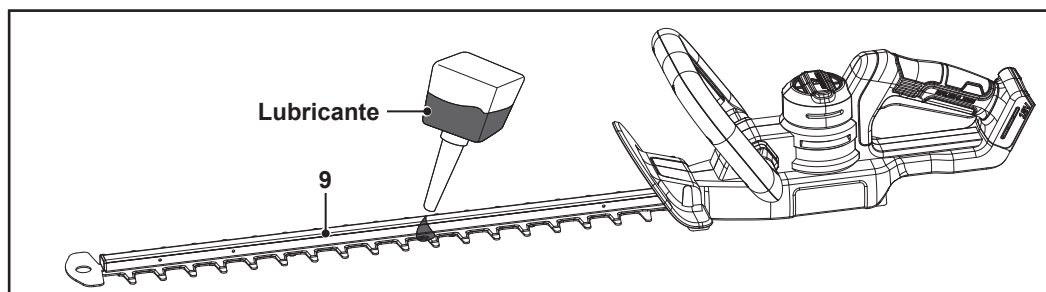

Fig. 8
- Las superficies internas de la cuchilla (9) deben lubricarse periódicamente durante el funcionamiento (Fig. 8).
- Las superficies internas y externas de la cuchilla (9) deben lubricarse antes del almacenamiento (Fig. 8).